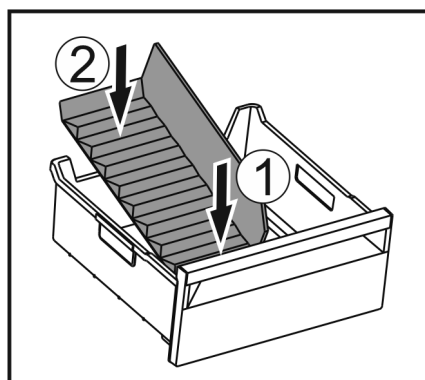

Fig. 68
- ▶ Vložte prednú časť oddelovača zásuvky na ľad. Fig. 68 (1)
- ▶ Spustite zadnú časť oddelovača zásuvky na ľad až na dno zásuvky. Fig. 68 (2)